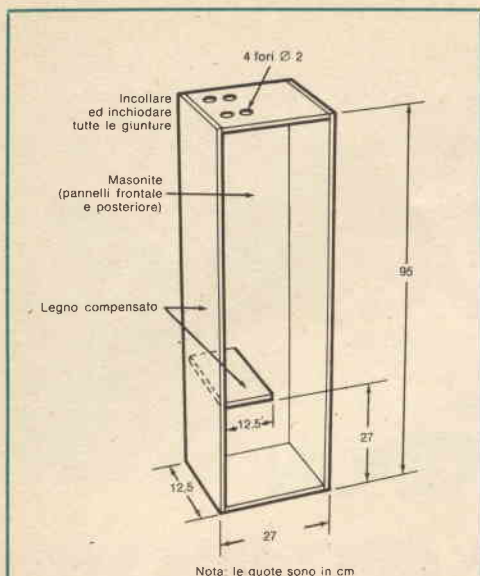

Fig. 1 - Il mobiletto si costruisce con legno di abete e masonite. La porta frontale non è rappresentata in questo disegno.
**COSTRUZIONE DEL MOBILETTO** - Le dimensioni del mobiletto per racchiudere il Transcipitor non sono critiche. Nella fig. 1 è riportato il disegno di quello adottato per il prototipo. Per i lati, la parte superiore e quella inferiore può essere usato legno di qualsiasi qualità, come per esempio, abete. I pannelli anteriore e posteriore devono invece essere di legno duro sottile. Un ripiano di 12,5 cm, situato a 27 cm dal fondo, si fissa ad un pannello laterale ed a quello posteriore e, con un'altra vite, al pannello frontale quando questo sarà montato.